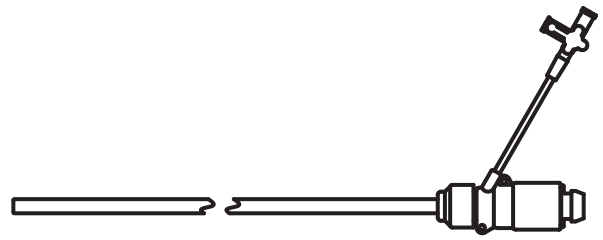

図3a エドワーズエクспанダブルシース
4. エドワーズイントロデューサーシースセット (エクспанダブル) (図3a、3b)
エドワーズエクспанダブルシース (以下「エクспанダブルシース」) : 止血を維持しながら標的血管へのアクセスを可能にし、機器が通過しやすいように一時的にその直径を拡大します (図3a)。